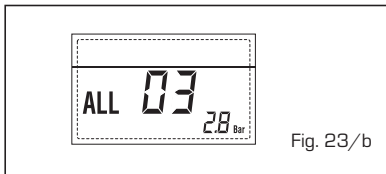

Fig. 23/b
- **ANOMALÍA SONDA IDA CALEFACCIÓN "ALL 05" (fig. 23/d)**